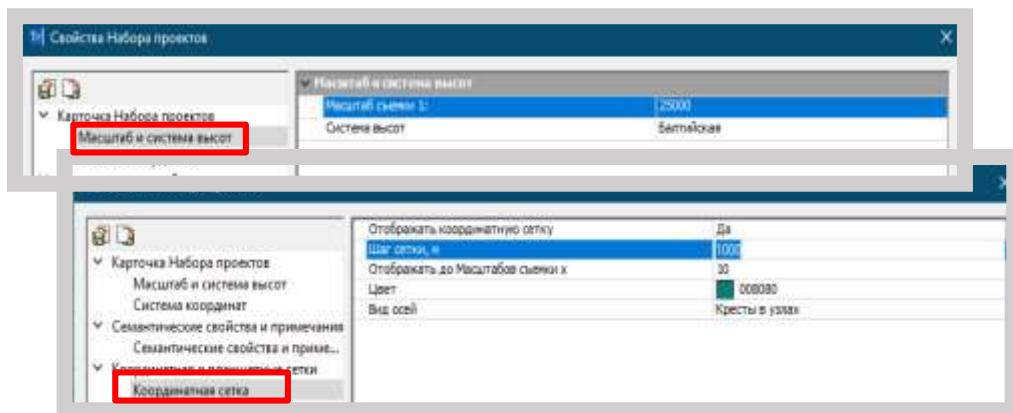

Рис. 4
2. «Слой 1» в Проекте «Кватеры» переименовать в «Растр», Рис.4.